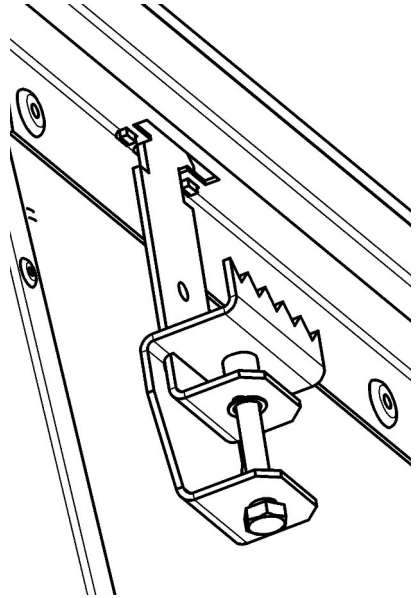

Рисунок 3
- 3 Зафиксировать изделие на столешнице при помощи 4-х креплений (см. рис. 3).